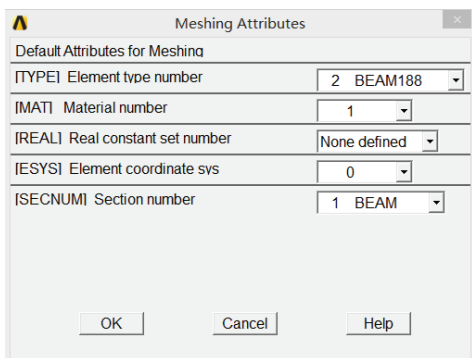

图 4-107 网格划分属性设置对话框
5) 选择 Main Menu | Preprocessor | Meshing | Mesh Attributes | Default Attributes 命令, 出现 Meshing Attributes 对话框, 参照图 4-107 所示对其进行设置, 单击 OK 按钮关闭该对话框。